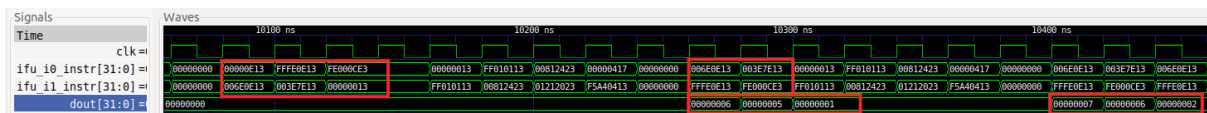

図16：例からの3つの算術論理命令の実行
7. 約10,100 nsにズームインし、ループの1回目および2回目の繰り返しの3つの算術論理命令の実行結果を分析します（図16）。最初の2つの命令（`li t3, 0x0 = 0x00000E13` および `addi t3, t3, 6 = 0x006E0E13`）が、信号 `ifu_i0_instr[31:0]` および `ifu_i1_instr[31:0]` に示されているように、スーパースカラRISC-Vプロセッサのそれぞれに対する方法で、最初にフェッチされます。次の2つの命令（`addi t3, t3, -1 = 0xFFFE0E13` および `andi t3, t3, 3 = 0x003E7E13`）が、次のサイクルでフェッチされます。最後の2つの命令（`beq zero, zero, REPEAT = 0xFE000CE3` および `nop = 0x00000013`）が、次のサイクルでフェッチされます。